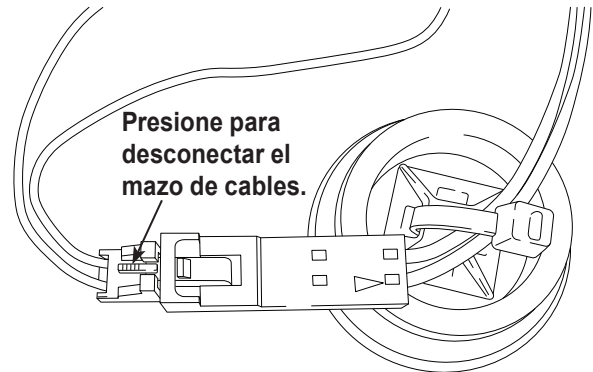

Figura 15
- Desconecte el mazo de cables del conector presionando en la lengüeta central. Tire de los conectores aparte. Vea la Figura 15.